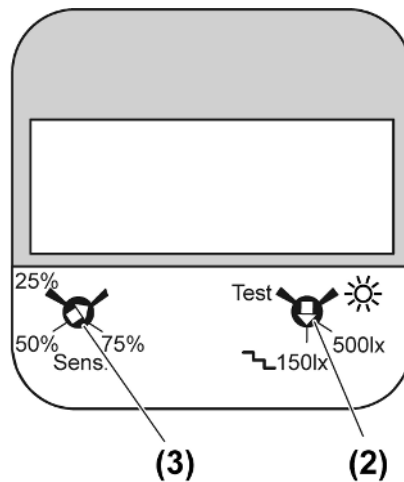
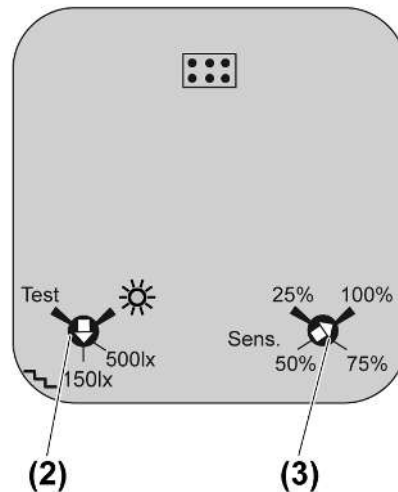

Bild 15: Einsteller Bewegungsmelder 1,10 m Art.-Nr...17180..
Bild 17: Einsteller Bewegungsmelder 2,20 m Art.-Nr. ..17280..
- Einsteller (2) drehen (siehe Bild 15) bis (siehe Bild 17).
- Einsteller **Sens.** (3) drehen (siehe Bild 15), (siehe Bild 17).
- Testeinstellungen vornehmen. Dazu Einsteller (2) auf **Test** drehen (siehe Bild 15) bis (siehe Bild 17).